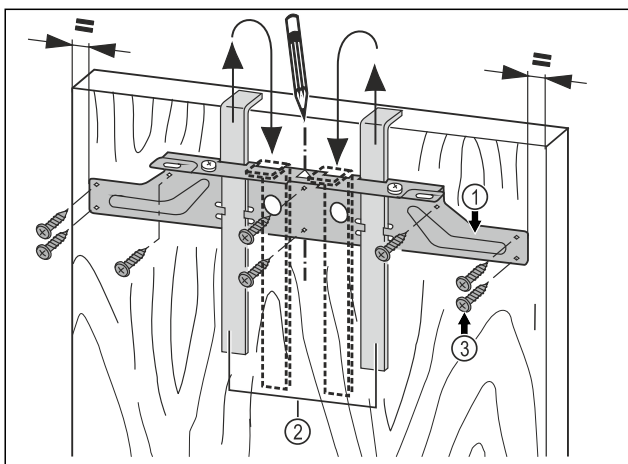

Fig. 17
- ▶ Accrocher la traverse de fixation Fig. 17 (1) du côté intérieur de la porte du meuble avec les aides au montage Fig. 17 (2).
- ▶ Aligner la traverse de fixation Fig. 17 (1) au centre de la porte.
- ▶ visser fermement la traverse de fixation Fig. 17 (1) avec au moins 6 vis Fig. 17 (3).
- ▶ visser fermement la traverse de fixation Fig. 17 (1) au bord avec 4 vis Fig. 17 (3).
- ▶ Retirer les aides au montage Fig. 17 (2) par le haut et les insérer retournées dans les ouvertures situées à côté.